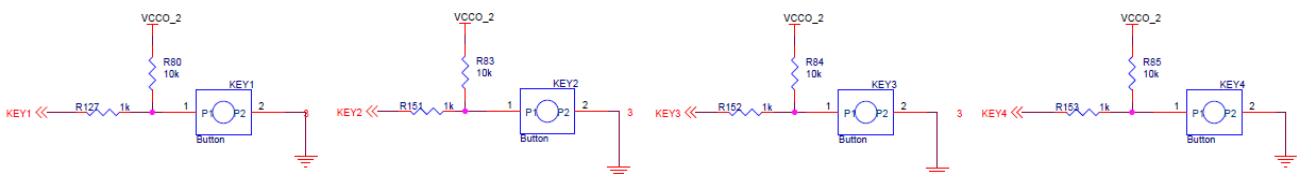

图 16.1 4 个用户按键原理图
**按键都为低电平有效**，4 个用户按键的原理图如图 16.1 所示